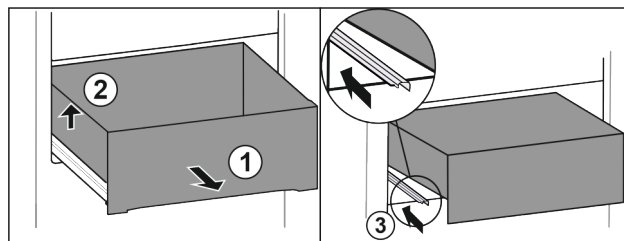

Fig. 82
- ▶ Wysunąć szufladę do oporu. Fig. 82 (1)
- ▶ Unieść szufladę po lewej. Fig. 82 (2)
- ▶ Wsunąć lewą szynę. Fig. 82 (3)